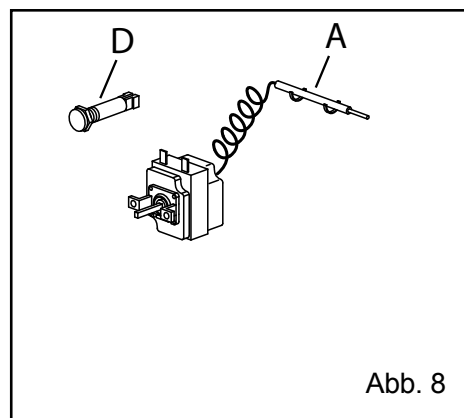

Abb. 8
- Thermostatkugel von der Halterung abschrauben (z.B. Abb. 8/A)
- Neue Lampe einsetzen (z.B. Abb. 8/D)